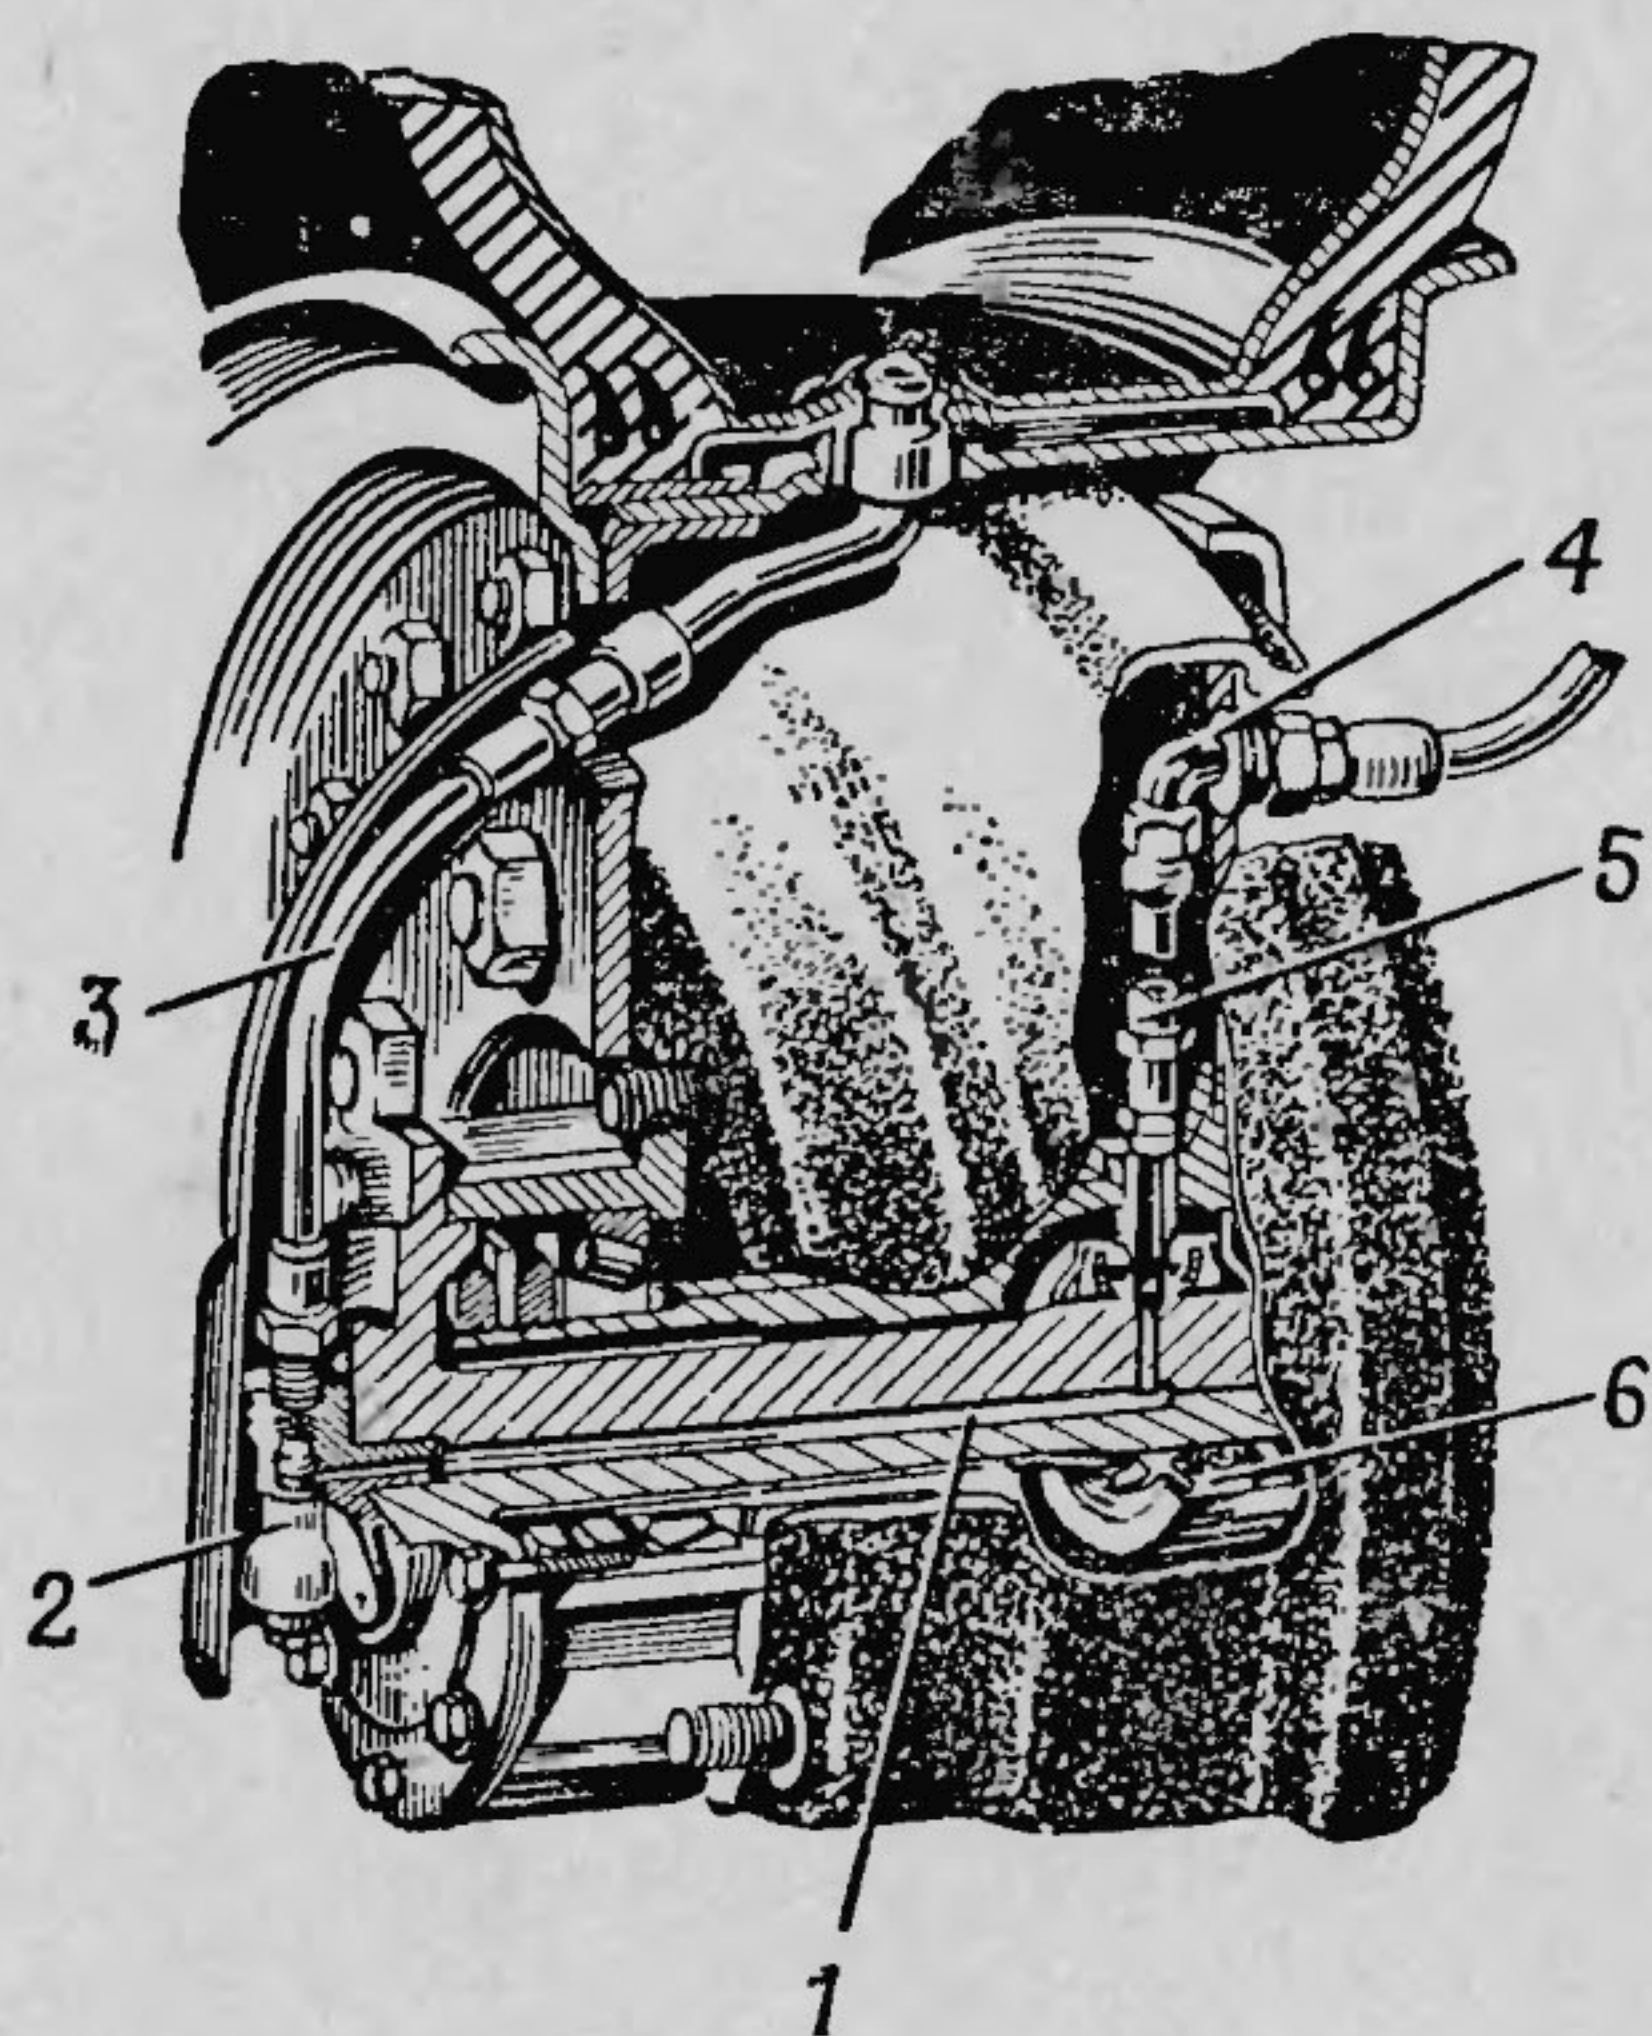

Рис. 50. Схема подвода воздуха к шине колеса через полуось:
4. Закрыть шинные краны 2 (рис. 50).